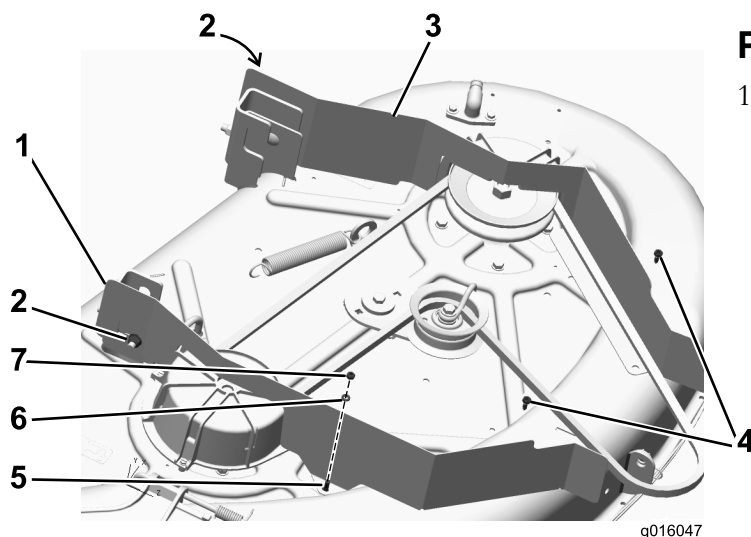

Figure 4
4. Montez les protège-courroie droit et gauche sur le plateau de coupe, comme illustré à la Figure 4.